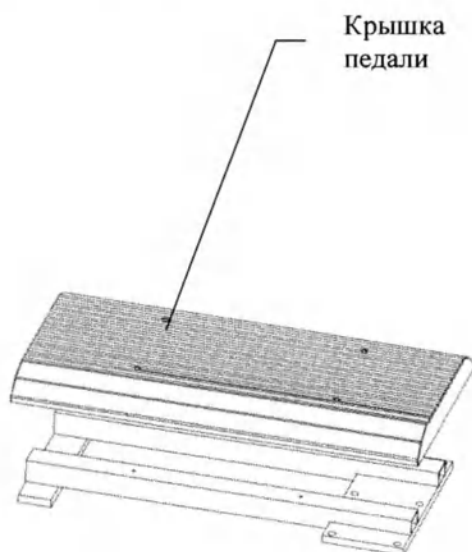

Рисунок 2
5) Поставьте оборудование на ровную и устойчивую поверхность, установите ⑦ подножку - выкрутите четыре болта из крышки подножки (см. рисунок 2, снимите ее и выньте держатель. Закрепите держатель на основном корпусе, закрепите крышку винтами. (См. рисунок 3.)